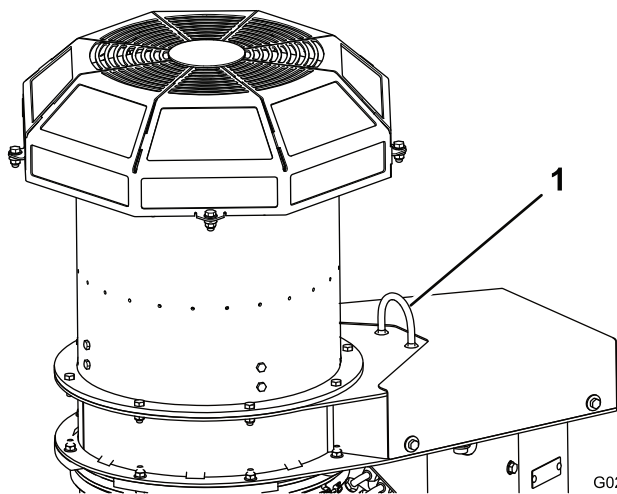

図 7
- 8. パレットからストラップを外し、そのストラップをブローアの吊り上げ用ループに掛ける図 7。